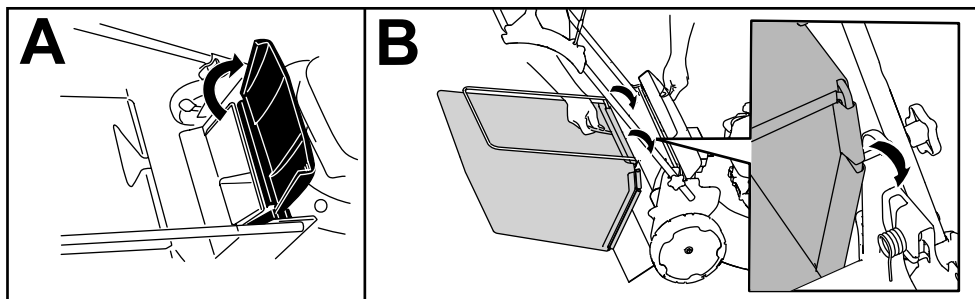

Рисунок 15
1. Поднимите и удерживайте в поднятом положении задний отражатель (вид А на Рисунок 15).
2. Установите травосборник, при этом убедитесь в том, что стержни травосборника вошли в пазы на кронштейне рукоятки (вид В на Рисунок 15).